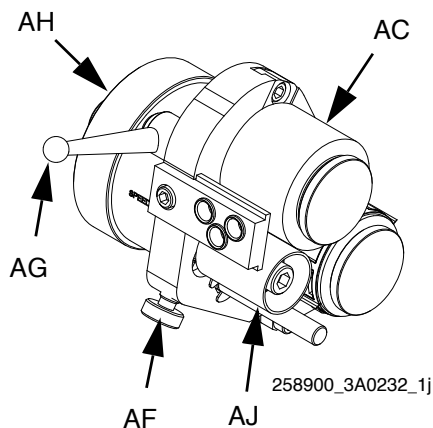

Рис. 10
4. При установленном предохранителе поверните двигатель режущего механизма (AH) по часовой стрелке для уменьшения скорости. См. Рис. 10. В случае необходимости поверните против часовой стрелки для увеличения скорости.
3. При установленном предохранителе поверните двигатель режущего механизма (АН): по часовой стрелке для уменьшения скорости и против часовой – для увеличения. См. Рис. 10.
2. Выключите блокиратор прижима (AG), надавливая на него в сторону передней части пистолета.
3. Поверните ручку прижима (AF) на режущем механизме: против часовой стрелки для увеличения прижима и по часовой – для уменьшения. См. Рис. 10.
Для регулировки прижима валика (AJ) к стержню (AC) возможно изменение положения валика. См. Рис. 10 на стр. 20.
3. Ослабьте ручку (528), затем снимите крышку (527). См. стр. 56.
4. Ослабьте винты на крышке направляющего валика (617) шестигранным ключом на 4,75 мм (3/16 дюйма).